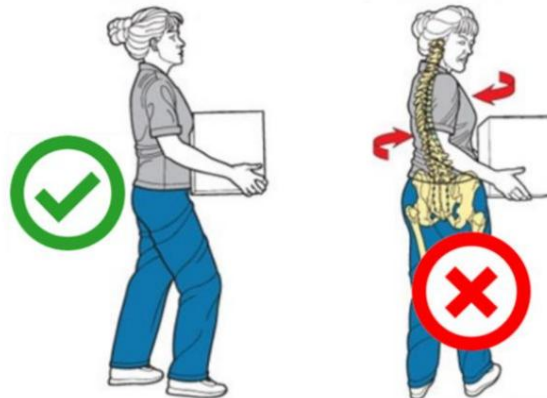

Fig. 6-4 – Técnica de manipulación
- Evitar torsiones del busto (Fig. 6-4);